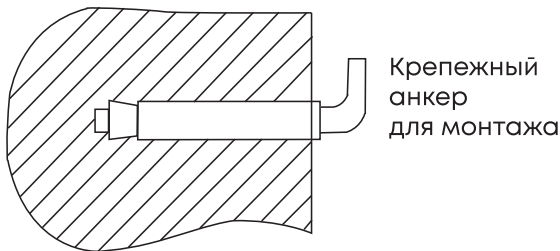

Рис. 4.
2. После выбора места монтажа определите места под два крепежных болта с крюками (в зависимости от спецификаций выбранного изделия). Прodelайте в стене два отверстия необходимой глубины с помощью сверла размером, соответствующим размеру крепежных болтов, вставьте винты, поверните крюк вверх, плотно затяните гайки, а затем установите на него электрический водонагреватель (см. рис. 4).